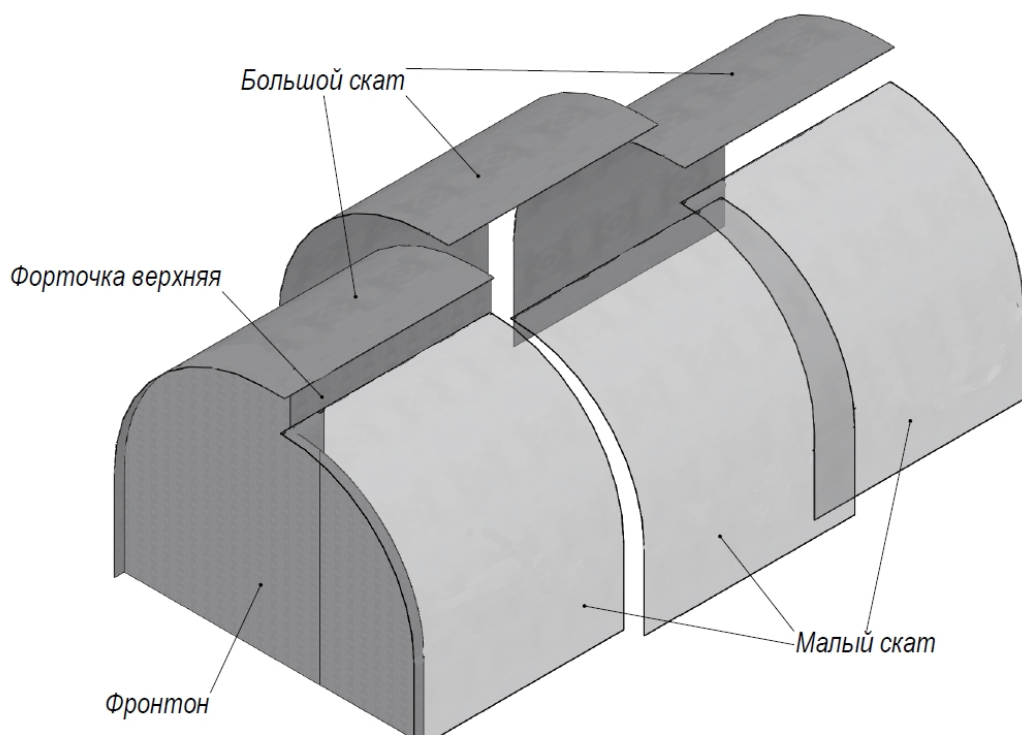

Рис.3 Схема укрытия поликарбоната
4. Укройте большой скат каркаса нарезанными листами поликарбоната (схема для теплицы 3х6 – на Рис.3). Прикрепите поликарбонат к фронтонам и дугам саморезами (поз.18) с шагом 300-500 мм. Нижние и верхние торцы закрыть перфорированной лентой или скотчем.
5. Аналогично по схеме (Рис. 3) укройте малый скат каркаса, верхний торец поликарбоната заводится под верхние форточки и крепится саморезами с внутренней стороны теплицы к форточкам (поз.8 и 9). Далее закрепите поликарбонат к фронтонам и дугам саморезами (поз.18) с шагом 300-500 мм. Верхние торцы листов рекомендуется закрыть П-образным резиновым уплотнителем, а нижние торцы закрыть перфорированной лентой или скотчем.